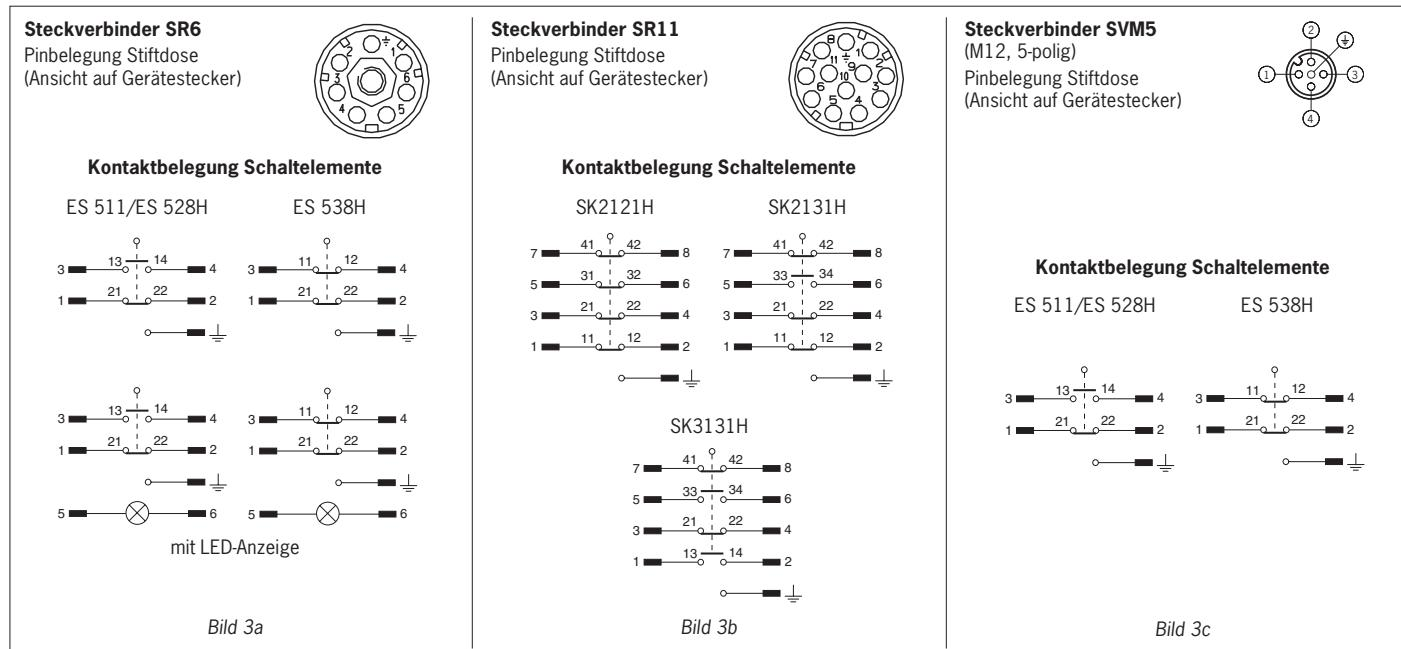

Bild 3: Schaltelemente und Steckerbelegung
► Kontaktbelegung siehe Bild 3.